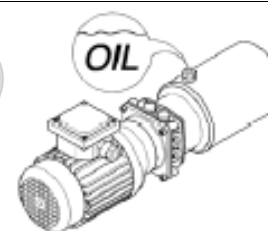

Рис. 43
3. Проверять уровень гидравлического масла каждый месяц (Рис.43).